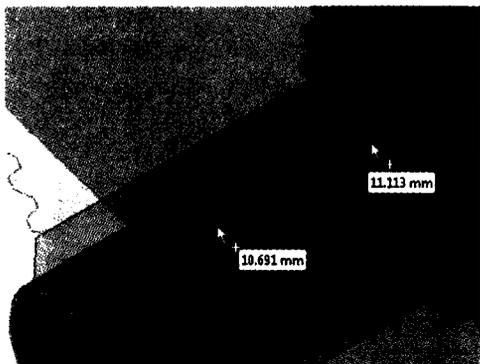

Рис. 8.16. Позиция и длина новой шпонки могут быть изменены перетаскиванием стрелок на предпросмотре
15. Затем потяните правую стрелку, пока шпонка не изменит стандартный размер на 11.113 мм, как показано на рис. 8.16.